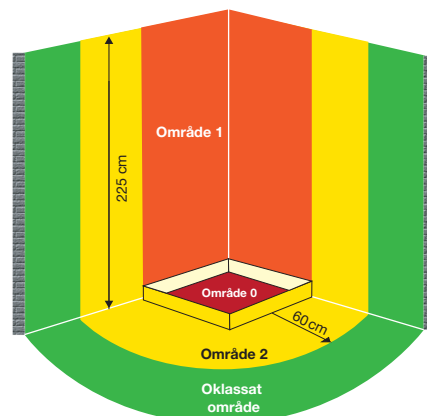

Fig 23. Områdesindelning - Dusch med kar.
- på ett avstånd av 120 cm från mittpunkten av duschhuvudet för duschar utan duschkar (se fig 23 och 24)